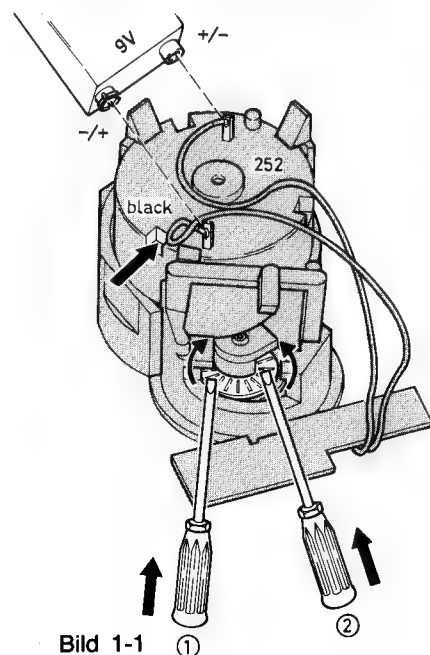

Bild 1-1
- Wenn nicht: den kleinen Verbindungsprint vom Halter des Fädelfaktors entfernen (Bild 1-1). Nun kann man die Kurbel Pos. 259 sehen.
- ① Kurbel im Uhrzeigersinn drehen 4x (EINFÄDELN).
- ② Kurbel entgegen dem Uhrzeigersinn drehen ~50x bis Lift in Eject-Position ist, oder mit 9V Batterie. (AUSFÄDELN)